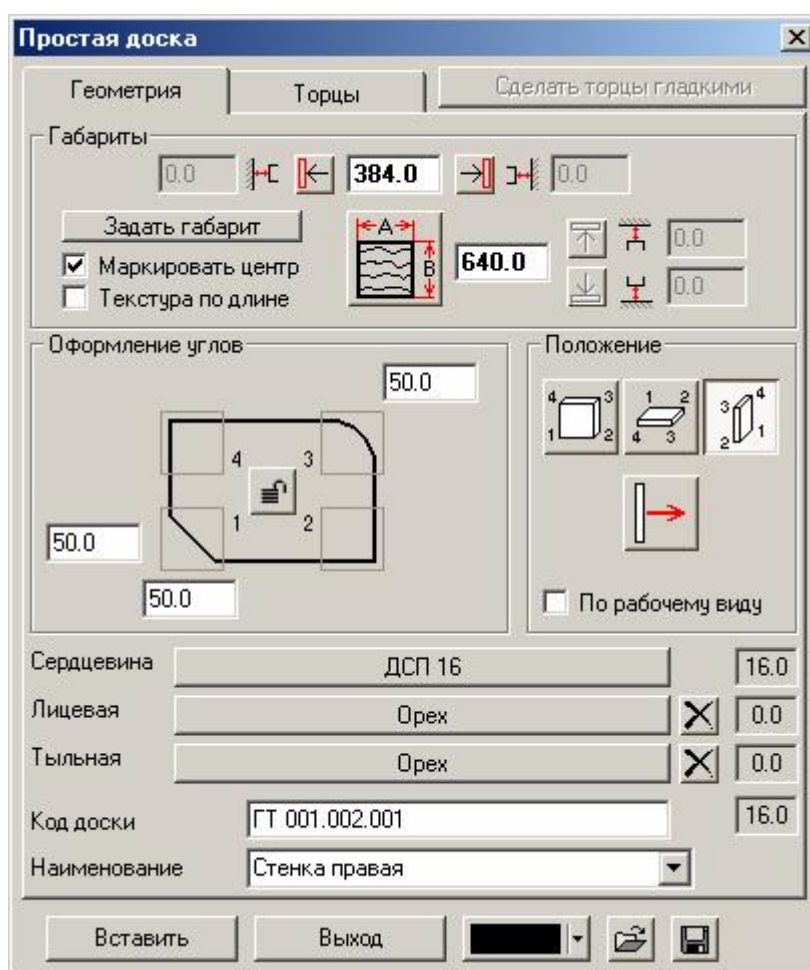

Рис. 89 Закладка **Геометрия** с заполненными полями
2. Заполнить поля закладки **Геометрия** (рис. 89) в диалоговом окне **Простая доска**.